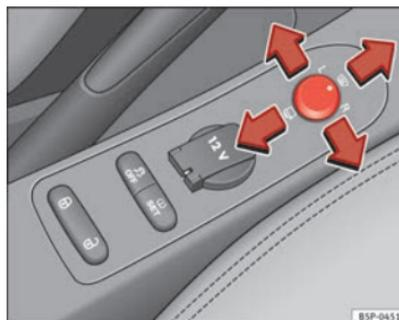

Fig. 86 Regolazione degli specchi retrovisori esterni
1. In primo luogo, ruotare la manopola ⇒ **fig. 86** portandola nella posizione **L (specchietto esterno sinistro)**.
- Per far ripiegare su se stessi gli specchietti esterni si deve ruotare la manopola ⇒ **fig. 86** portandola nella posizione . Si consiglia di richiudere sempre gli specchietti esterni quando si porta il veicolo all'autolavaggio, altrimenti potrebbero danneggiarsi.